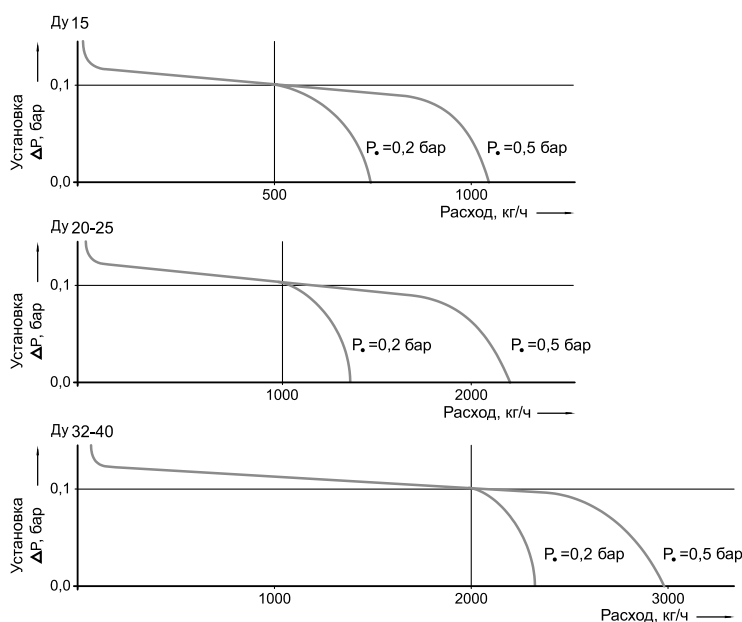

Рис. 4. Характеристики регулирования V5012C0103, настройка перепада давления на 0,1 бар (заводская настройка)
- Заводская настройка мембранного блока Kombi-DU V5012C0103 равна 0,1 бар. Предварительная настройка может быть увеличена до 0,3 бар. В этом случае кривые регулирования, представленные на рис. 4, перемещаются параллельно на настроенное значение.
- Заводская настройка мембранного блока Kombi-DU V5012C0306 равна 0,3 бар. Предварительная настройка может быть увеличена до 0,3 бар. В этом случае кривые регулирования, представленные на рис. 4, перемещаются параллельно на настроенное значение.